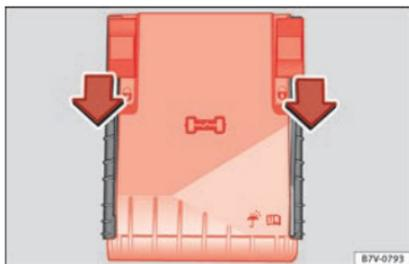

Abb. 61
- Verriegelungstasten in Pfeilrichtung nach vorn schieben, um die Abdeckung des Sicherungskastens zu entriegeln »» Abb. 61.